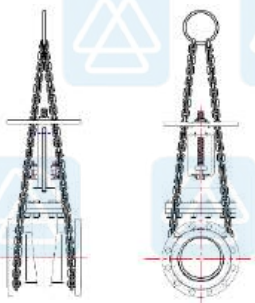

Рис. 5 Строповка задвижки
- 5.3. При монтаже для подвески, перемещений и других работ следует использовать патрубki или фланцы корпусов, проушины в крышке (рис. 5).